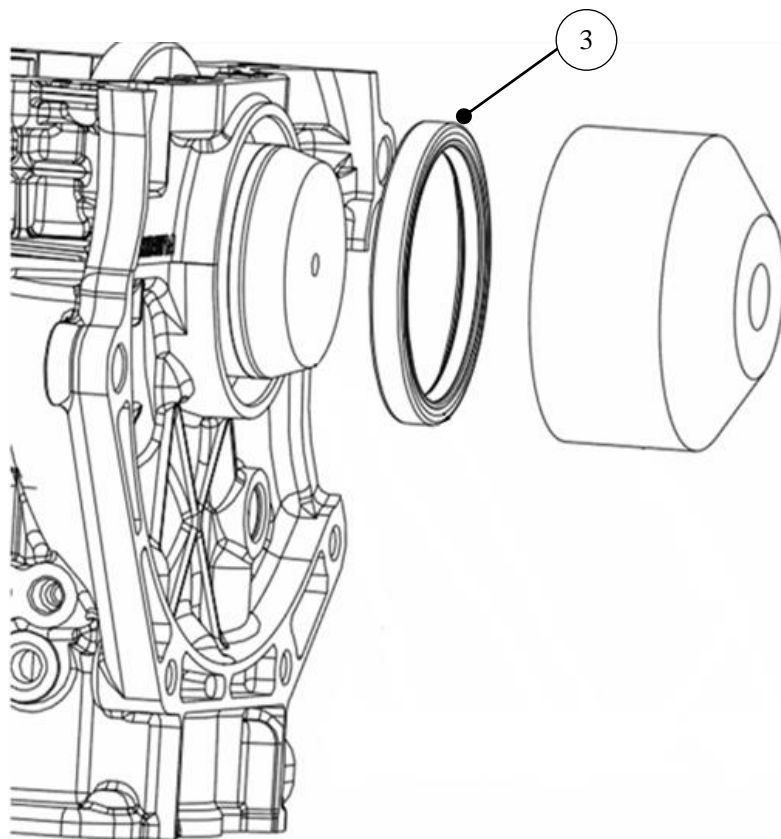

图 C-21 后油封的装配
- 3)、用后封压装专用工具（参考图 C-28）将前油封总成压在油封座孔内，如图 C-21；